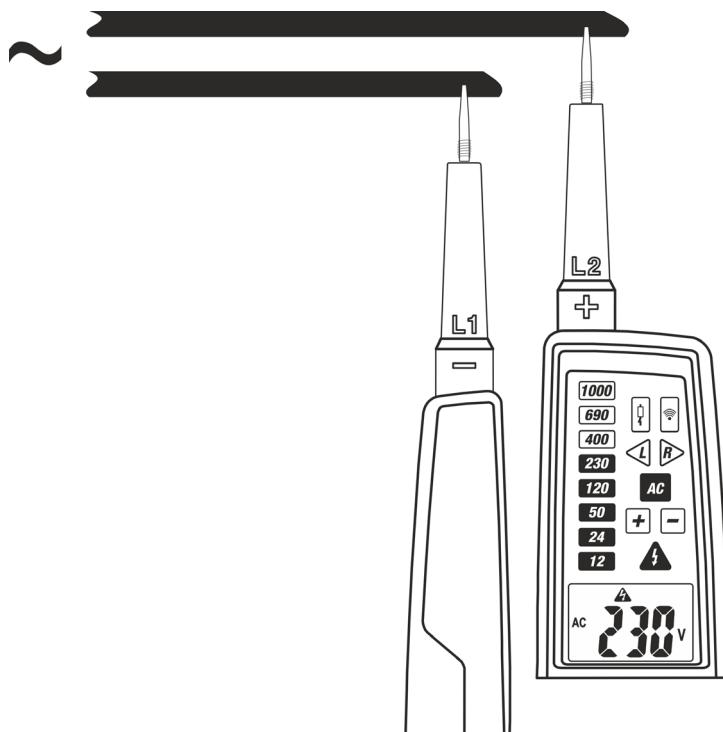

Fig. 5: Medida de Tensión CA
2. Conecte las puntas **L1** y **L2** a la fuente en pruebas (ver la Fig. 5). La medida se realiza sólo con contacto **de las puntas sobre la parte metálica de los conductores**